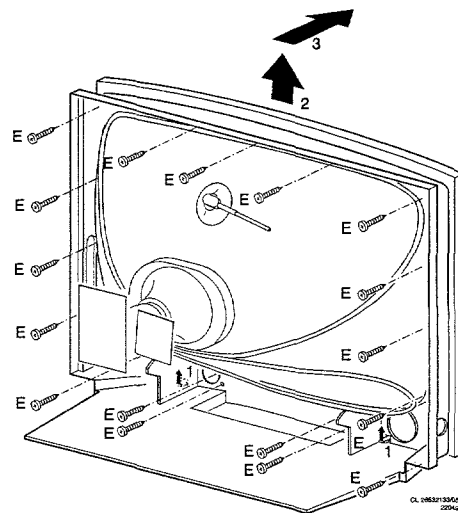

Fig.7
5. Verwijdering van het masker van FL2 (fig.7)